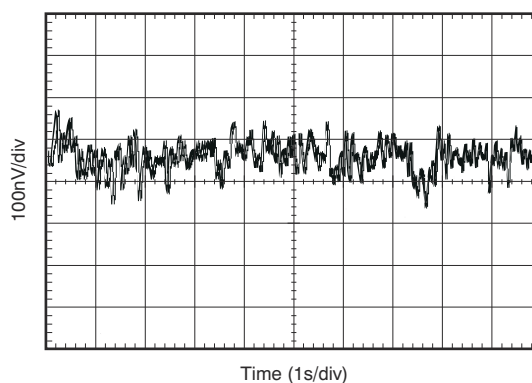

FIG 6-8. 0.1-Hz to 10-Hz Noise
0.1-Hz to 10-Hz Noise	Figure 6-8